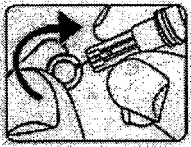

Figura 24
PASO 3: Gire la tapa protectora de la lanceta para retirarla y luego guárdela para usarla más adelante. Consulte la figura 24.
PASO 5: Establezca el nivel de punción. La punta ajustable ofrece cinco (5) niveles de penetración de la piel. Para seleccionar la profundidad deseada, gire la el punta ajustable en cualquier dirección hasta que el número se alinee con la flecha. Elija entre las siguientes profundidades: